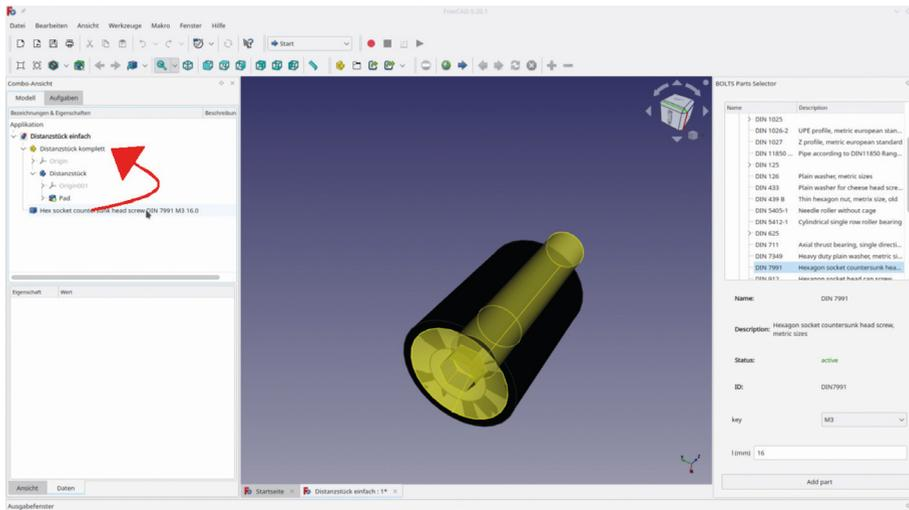

Bild 4-11
- Die Schraube erscheint in der 3D-Ansicht. In der Baumansicht erkennt man aber, dass die Schraube noch nicht zum Std-Part-Container "Distanzstück komplett" gehört. Zudem ist die Oberfläche des Senkkopfes diskontinuierlich dargestellt (Bild 4-11).